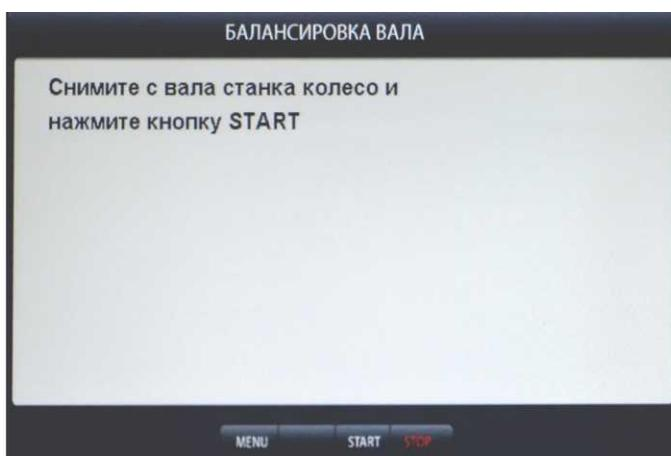

рис.20.1
20.2. Нажмите кнопку «MENU», в открывшемся окне MENU выберите пункт 2 «Балансировка вала», нажав кнопку 2 в верхнем ряду клавиатуры. Откроется окно БАЛАНСИРОВКА ВАЛА (рис.20.1).